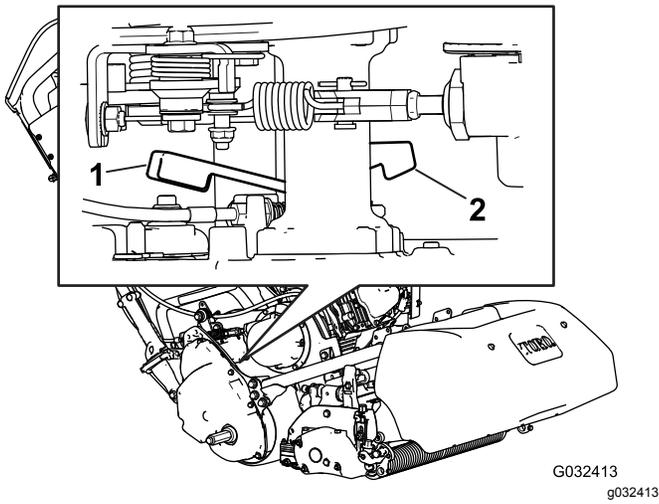

図 30
1. 機体の右後ろ角部にある走行解除レバーを探し出す。走行ハウジングドラムの隣にある **図 30**。